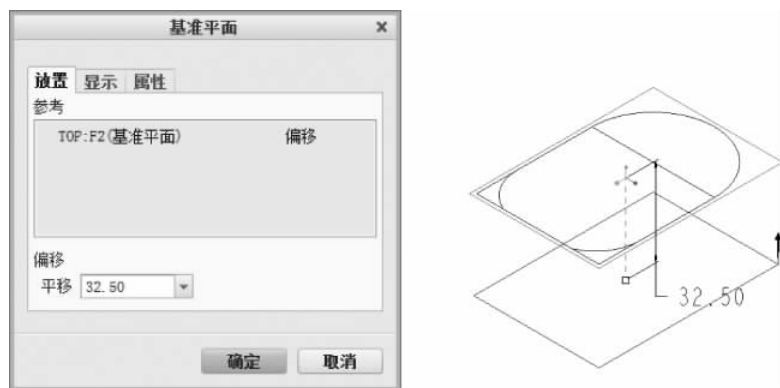

图 3-65 漏斗
② 单击【模型】选项卡中【基准】区域的【平面】按钮 , 出现【基准平面】对话框，选择 TOP 基准平面作为参考面，在【平移】文本框中输入“ -32.5 ”，偏移后在 TOP 基准平面下部，如图 3-65 所示。
③ 单击【模型】选项卡中【基准】区域的【草绘】按钮 , 出现【草绘】对话框。